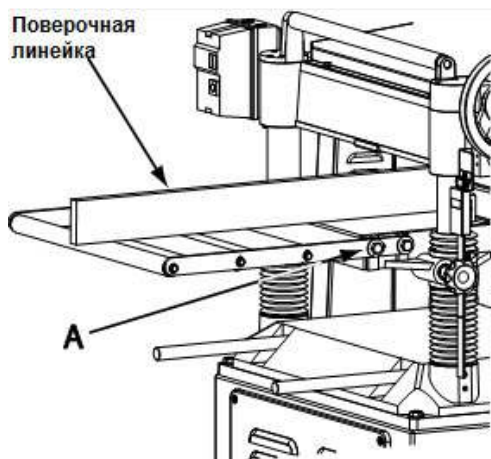

Рис. 16
1. Ослабьте винты и шайбы (А, см. Рис. 16), чтобы установить ролики удлинения в нужное положение, затем снова затяните винты.